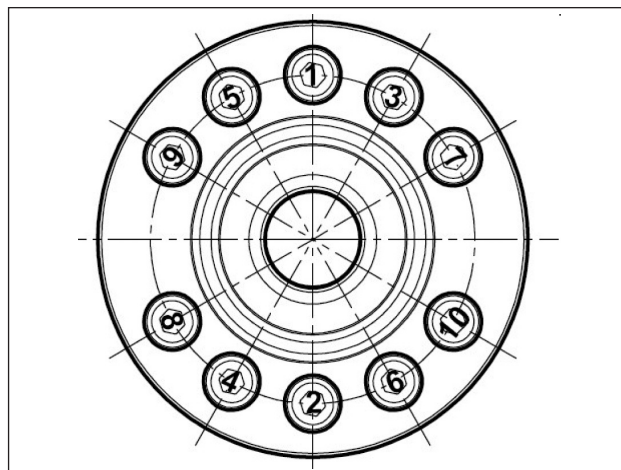

Fig. 53
- **** Les vis de fixation des supports du schéma Fig. 53 doivent être serrés en deux phases :